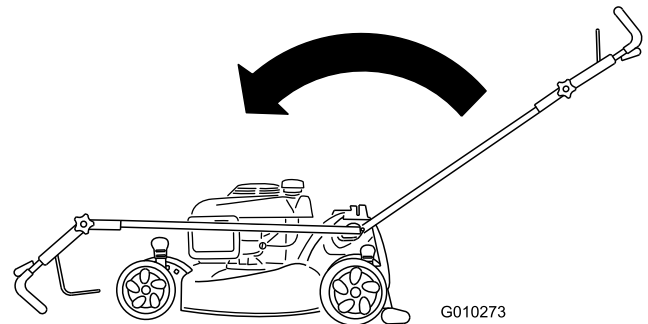

Bild 40
2. Schieben Sie den Holm ganz nach vorne und lösen Sie das obere Holmhandrad (**Bild 40**).